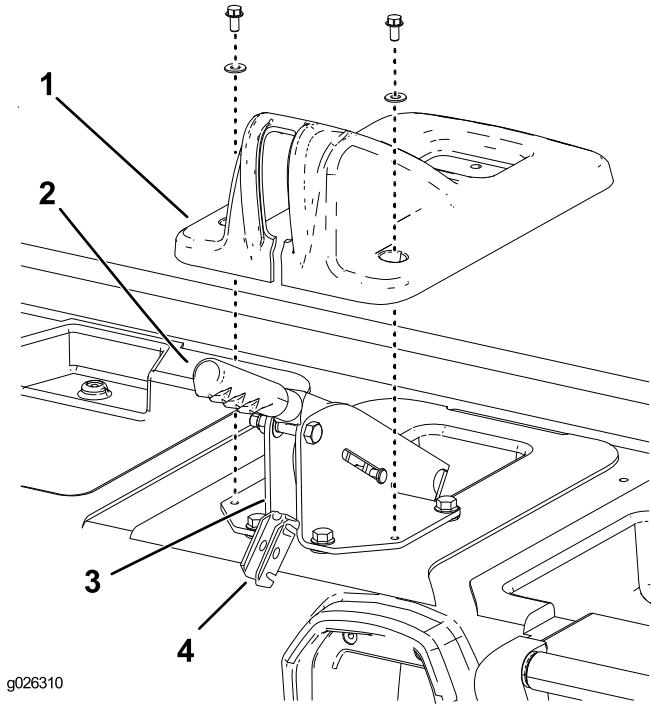

Bild 4
2. Entfernen Sie die zwei Schrauben und Scheiben, mit denen die Abdeckung der Feststellbremse am Sitzunterteil befestigt ist (Bild 4).
3. Heben Sie die Abdeckung über den Feststellbremshebel und entfernen sie vom Sitzunterteil (Bild 4).
4. Nehmen Sie den Lastösenbolzen ab, mit dem die Bremszugausgleichshalterung hinten an der Bremshebelstützhalterung befestigt ist (Bild 4).
5. Heben Sie die Ausgleichshalterung aus der Stützhalterung heraus und haken Sie die Bremszüge aus (Bild 4).
6. Nehmen Sie die C-Clips ab, mit denen die Bremszüge hinten an der Bremshebelstützhalterung befestigt sind (Bild 4).